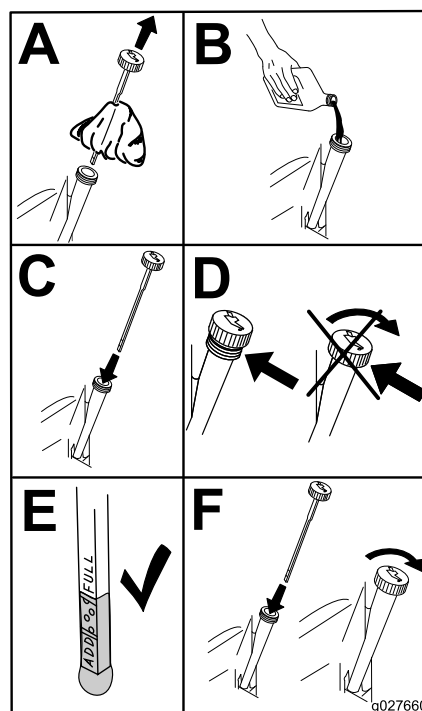

Figura 47
4. Deite cerca de 80% do óleo especificado no tubo de enchimento e adicione lentamente o óleo adicional até chegar à marca **Full (cheio)** (Figura 47).